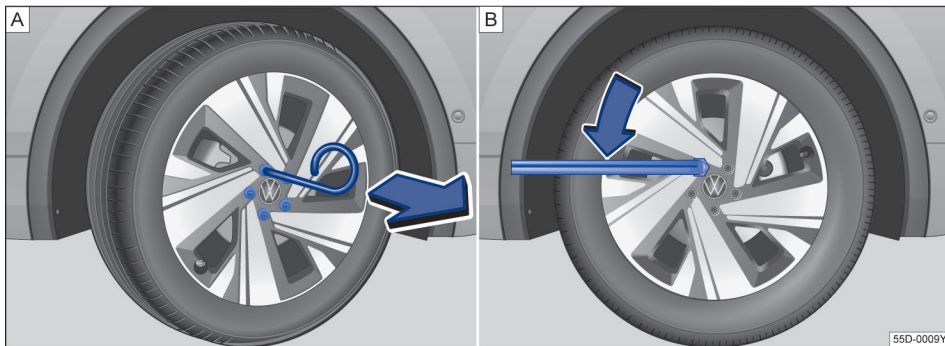

图 238 [A]. 从车轮螺栓上拔下盖罩 [B]. 更换车轮：松开车轮螺栓
- 将钢丝钩穿过开口插入盖罩内→图 238 [A]，然后沿箭头方向将其拔下。
- 将车轮扳手套到车轮螺栓上，然后推到位位置→图 238 [B]。